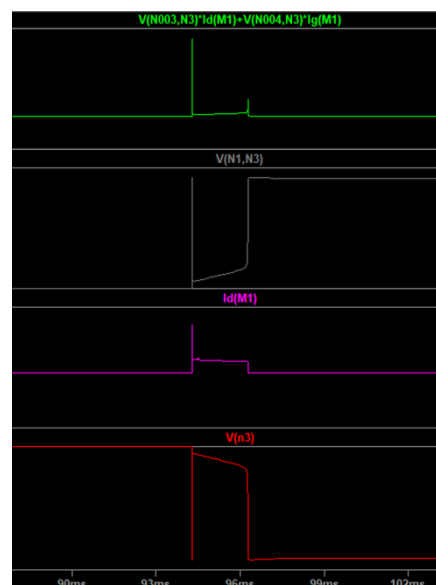

図 3-2
- 図 3-2 はシミュレーション結果で、最下段は出力電圧の変化であり、積分が途中で終了し遮断状態になっているのがわかる。2 段目は M1 に流れる電流、3 段目は M1 のソース・ドレイン間電圧で、最上段は M1 による消費電力で、積分が緩やかなため M1 にかかる電圧が少なくなり消費量も低減されていることがわかる。